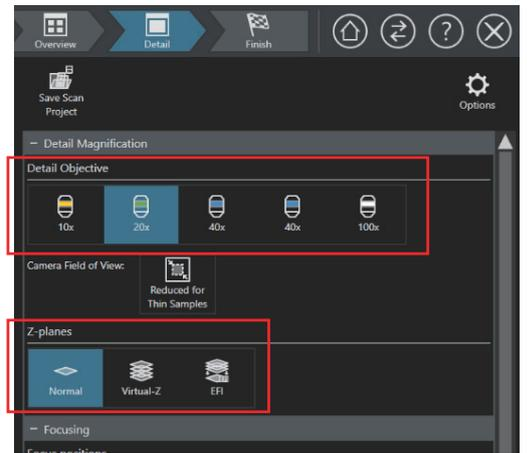

图 6
6、系统自动识别染色区域，右侧窗口Detail magnification，设置扫描倍数和Z轴模式（图6）